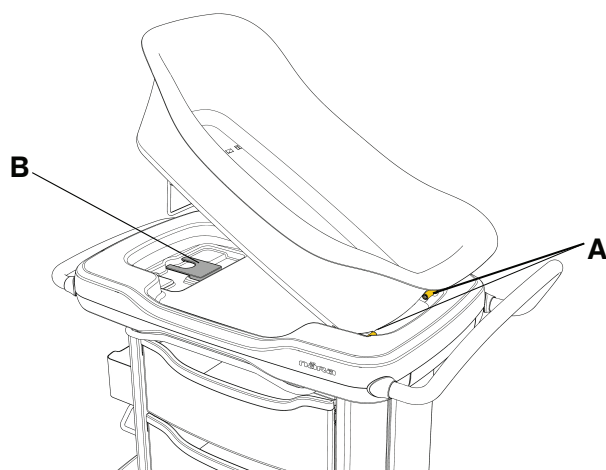

Figure 2 – Fixer et verrouiller le panier sur l'armoire de la base
1. Incliner le panier pour aligner les encoches situées sur le fond du panier sur les deux broches de retenue situées sur l'armoire de la base (A) (Figure 2).
3. Faire glisser la barre d'inclinaison sous le support en métal jusqu'à ce que la barre soit fixée (B) (Figure 2).